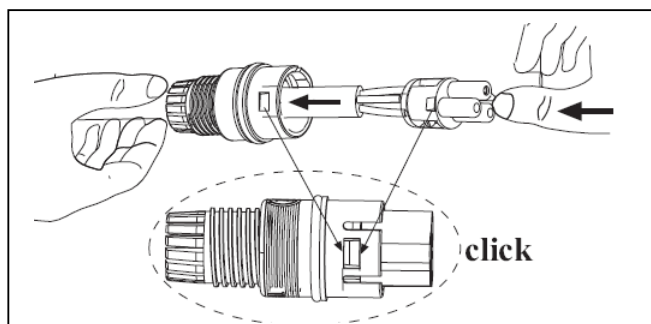
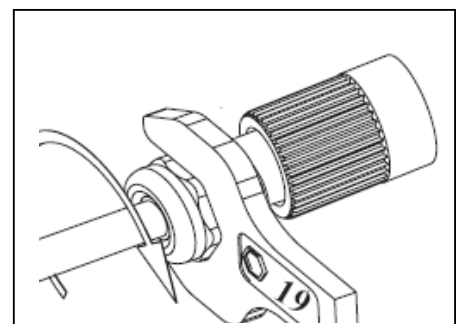

Fig. 2
Fig. 3
- 2) Tilpass pakning etter kabel diameter (todelt), max diameter er 12mm. Avisoler ytterkappe 35mm og hver leder 8mm. Skyv kabel gjennom pakning og hus og koble ledere til terminalblokk L og N. Skyv terminalblokk inn i huset (pass på styrespor) til den klikker i lås (fig. 2). Stram kabelnippel med M19 nøkkel (fig. 3) og skru de to delene sammen. **Hold innsats på plass med hvitt Techno verktøy.**
According to wire dimension, remove if necessary the added cable gland gasket. Cable the wires to the terminals. Insert the internal terminals into the connector, make sure to push for the entire depth and lock it (fig.2). Tighten the nut with M19 spanner (Fig. 3), lock the insert with white Techno tool.